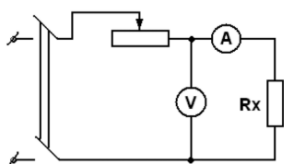

Рисунок 1. Схема для измерения сопротивления
В схеме, изображенный на рис.1, показания вольтметра  $U_v$  равны сумме напряжений на сопротивлении  $R_x$  и на амперметре  $U_a$ . В этом случае измеряемое сопротивление:
- 1.Собрать схему (рисунок 1), и дать проверить преподавателю.